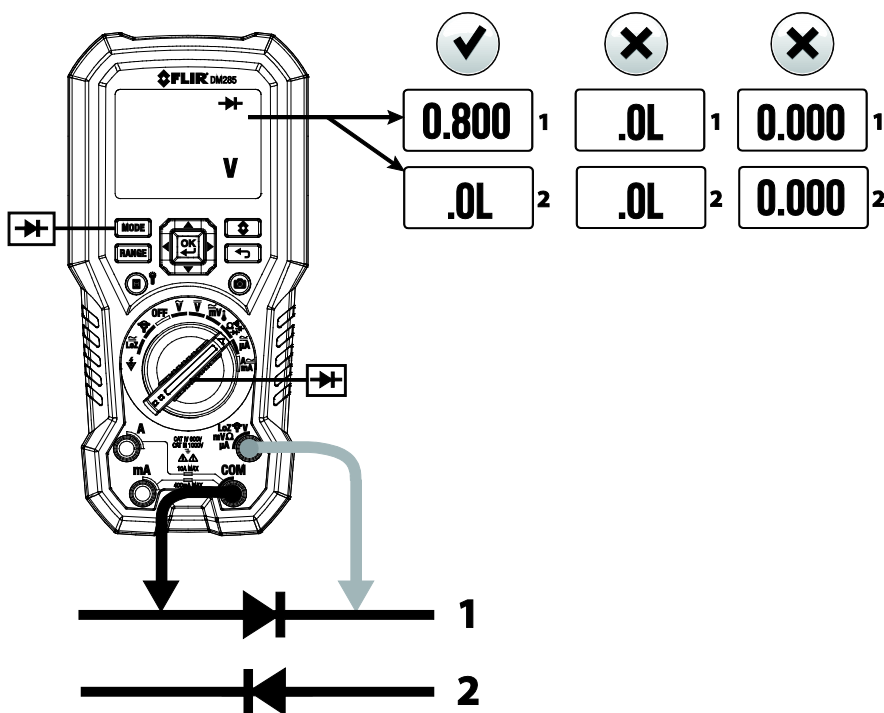

Fig. 9-4 Klassisk diodetest
4. Berør diode- eller halvledersammenføjningen under test med prøvespidserne i én polaritet (retning) og så i den modsatte polaritet som vist i **Fig. 9-4**.